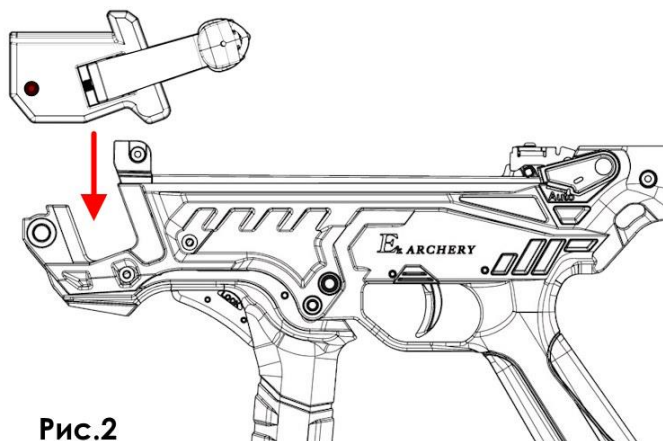
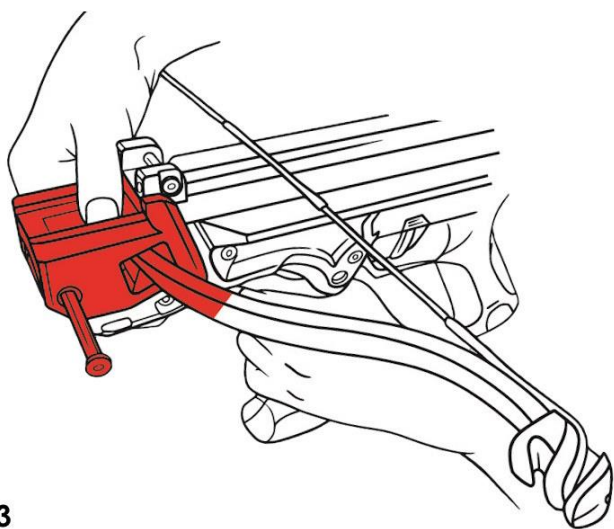

Рис.2
Рис.3
2. Вставьте плечи арбалета в разъем для крепления плеч (Рис.2) и аккуратно и плотно прижмите (Рис.3).